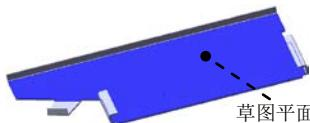

图 6.27 草图平面
(2) 定义特征的横断面草图。
① 定义草图平面。选取图 6.27 所示的模型表面作为草图平面。